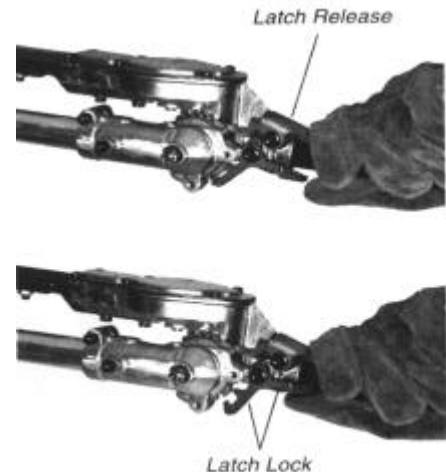

Figure 16
2. Druk met de wijsvinger van je linkerhand de ontspanner in. Druk met je linkerduim de blokkeerhendel in. Zie fig.16.